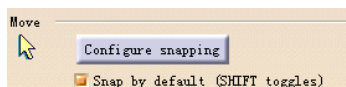

图 6-89
(2) Move (移动) 选项组 (如图 6-89 所示)